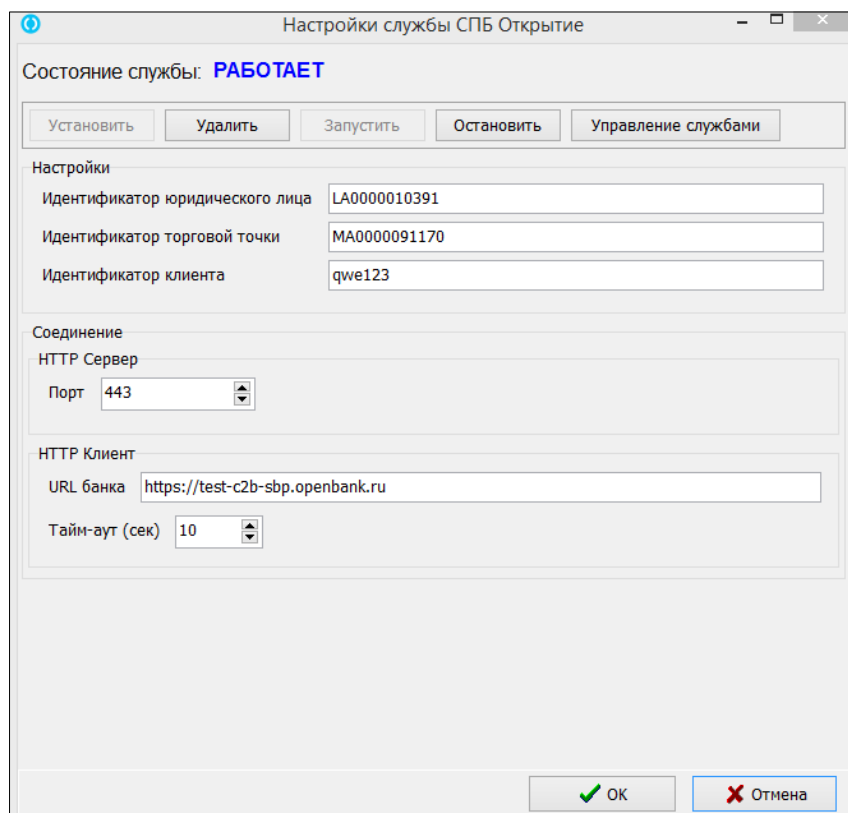

Рис. 15
3.1. В офисе запустите c:\dexe\SBPOpenServiceConfig.exe. Для установки службы нажмите «Установить», далее «Запустить» (вверху окна появилось «Работает» (рис.15). Введите идентификатор юридического лица, идентификатор торговой точки, идентификатор клиента, URL и нажмите «Ок» (предоставляются СБП Банком Открытие при заключении договора), Порт — 443 (по умолчанию или можно задать другой по договоренности с банком), Таймаут -10 с (по умолчанию или можно задать другой).
4. На АЗС в ПТК АЗС -Сервер в настройках СБП Открытие (Настройки\Настройки системы СБП открытие) укажите адрес офиса, необходимый для связи порт (рис.15а).
Для заправки (при выборе данного вида оплаты) после ввода количества или суммы и нажатия кнопки «Пуск» («с чеком» или «без чека») на экране появится окно для оплаты с QR кодом (рис. 15а). Клиент должен на телефоне сканировать QR код из банковского мобильного приложения. После считывания QR кода произойдет оплата (списание с банковского счета или карты) и начнется отлив.
Рис. 15а